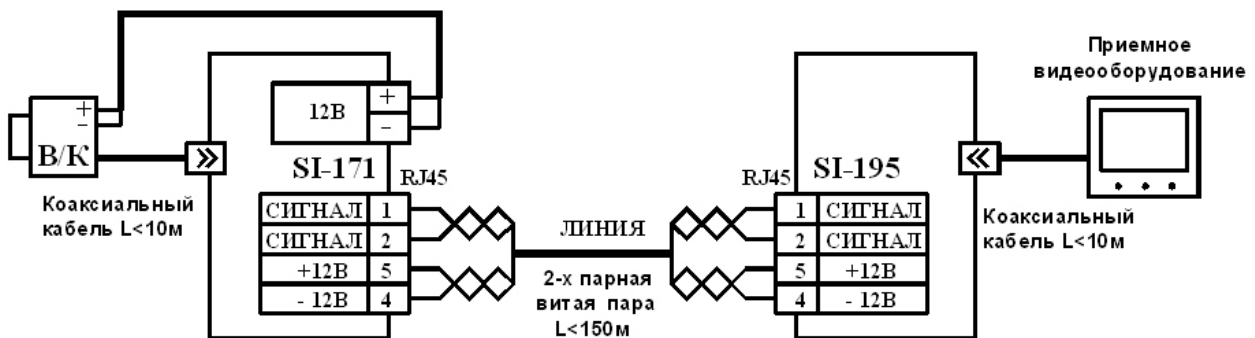

Рис. 2.
- 5.4. На рис. 2,3 приведены типовые схемы включения одного канала прибора с приемопередатчиком SI-171M/F с 2-х парной и 4-х парной витой парой.